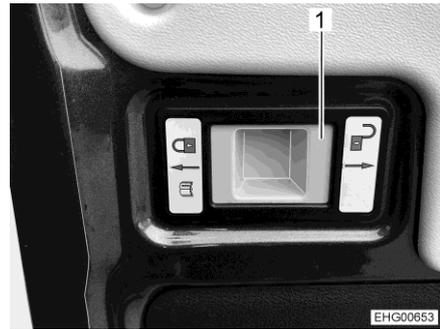

Fig. 11 Poignée pour annuler la limitation
- Pousser la poignée (Fig. 11,1) vers la droite (symbole "serrure ouverte"), maintenir la porte arrière et continuer d'ouvrir avec précaution.
Pousser pour ce faire la poignée (Fig. 11,1) vers la gauche (symbole "serrure verrouillée").